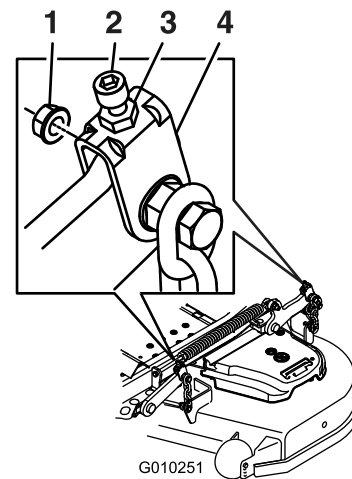

Figura 100
11. Para las carcasas de corte ilustradas en Figura 100, gire la tuerca de ajuste del conjunto de elevación de la carcasa delantera para modificar la altura (Figura 100).
17. Gire el tornillo de ajuste hasta obtener una altura de 8,3 cm (Figura 100).